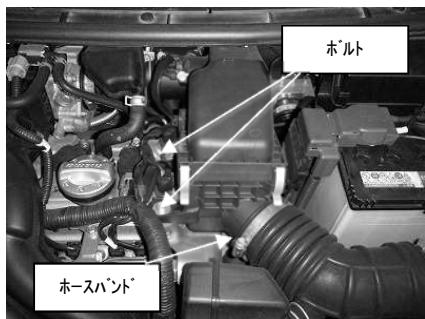

図 1
- 1)ボルト2ヶ所、ホースバンド2ヶ所、クリップ1ヶ所、エアフロセンサーを外し、純正クリーナーBOXを取り外して下さい。図1、2、3参照